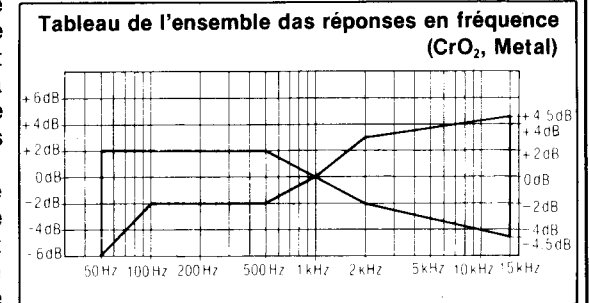

Fig. 14
- Enlever la bande étalon vierge normale et placer la bande étalon QZZCRX (bande CrO₂). Enregistrer les signaux de 50Hz, 100Hz, 200Hz, 500Hz, 1kHz, 4kHz, 8kHz, 10kHz et 15kHz. Reproduire ensuite ces signaux et vérifier si la courbe est comprise dans les limites indiquées par le tableau de réponse de fréquence globale pour les bandes CrO₂ (Fig. 14).
- Changer la bande étalon pour la bande étalon vierge QZZCRZ (bande métallique), et enregistrer les signaux de 50Hz, 100Hz, 200Hz, 500Hz, 1kHz, 4kHz, 8kHz, 10kHz et 15kHz. Ensuite, lire les signaux et vérifier si la courbe se trouve entre les limites indiquées dans le tableau de réponse en fréquence globale pour les ruban CrO₂ (Fig. 14).